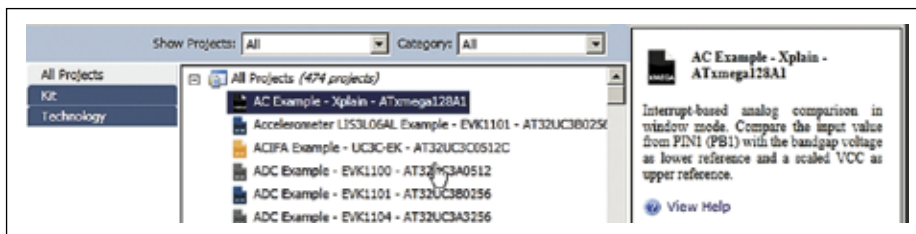

Рис. 8. Окно выбора примера проекта
4. Добавлено по несколько десятков готовых проектов для освоения периферии каждого класса процессоров (рис. 8). Эти примеры используют библиотеки из состава AVR Software Framework, готовы для запуска на фирменных отладочных (стартовых и оценочных) платах, снабжены описанием и справкой по их запуску на платах, для которых они предусмотрены.